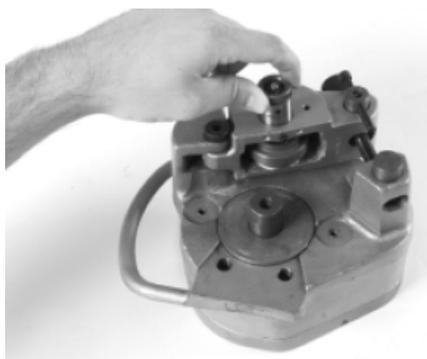

图11 — 插入滚沟轮轴
3. 使得滚沟轮和两个垫圈的孔在一直线上，插入滚沟轮轴（见图11）。